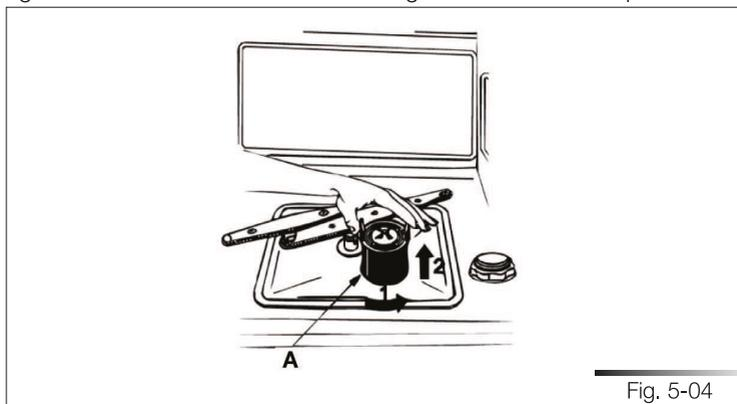
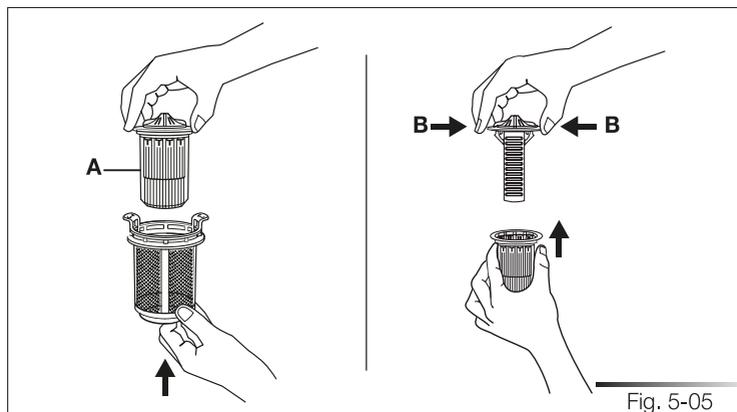

Fig. 5-04
Fig. 5-05
- Il est conseillé de contrôler périodiquement le groupe filtrant (réf. A fig. 5-04) et, si nécessaire, de le nettoyer sous l'eau courante (à température ambiante) en utilisant une brosse dure. Pour l'enlever, il faut saisir les languettes, tourner dans le sens inverse des aiguilles d'une montre et tirer vers le haut ;
- pousser depuis le dessous le filtre central (réf. A fig. 5-05) pour l'extraire du microfiltre ;
- séparer les deux pièces qui constituent le filtre central en appuyant sur le corps du filtre dans la zone indiquée par les flèches estampillées (réf. B fig. 5-05);
- Une fois le nettoyage exécuté, remonter le groupe filtrant après avoir assemblé les deux pièces du filtre central en exerçant une légère pression de façon à ce qu'elles s'encastrent ; introduire le filtre central à l'intérieur du microfiltre (voir fig. 5-05). Repositionner le groupe filtrant (réf. A fig. 5-04) dans son siège en le tournant dans le sens des aiguilles d'une montre pour le bloquer.